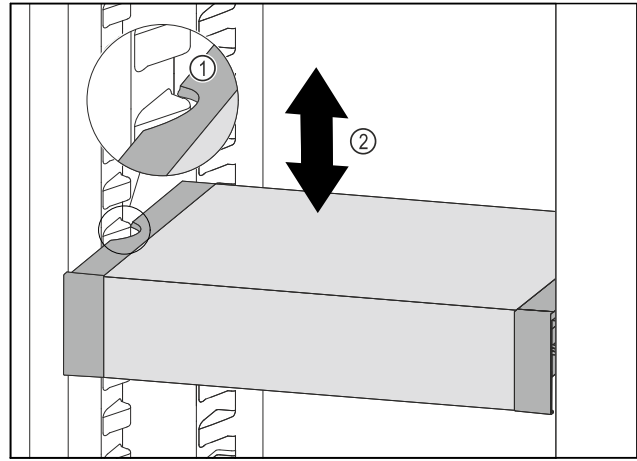

Fig. 100
- ▶ Tirer le VarioSafe vers l'avant jusqu'à ce que les encoches latérales du VarioSafe soient à la hauteur de la nervure du bac dans la partie réfrigérateur. Fig. 100 (1)
- ▶ Déplacer le VarioSafe vers le haut ou vers le bas dans la partie réfrigérateur jusqu'à ce que la hauteur souhaitée soit atteinte. Fig. 100 (2)